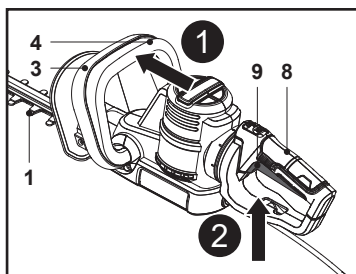

Fig. 6
1. Assegure-se de que o dispositivo de corte (lâmina) (1) não toca em quaisquer objetos. Remova a cobertura da lâmina (13) do dispositivo de corte (lâmina) (1) antes de ligar a máquina.
2. Segure a máquina com uma mão na pega dianteira (3) e a outra na pega traseira (8).
3. Prima o interruptor de segurança (4) e segure-o nessa posição (Fig. 6, passo 1).
4. Prima o interruptor para ligar/desligar (9) para ligar a máquina (Fig. 6, passo 2).
5. Liberte o interruptor para ligar/desligar (9) ou o interruptor de segurança (4) para desligar a máquina.